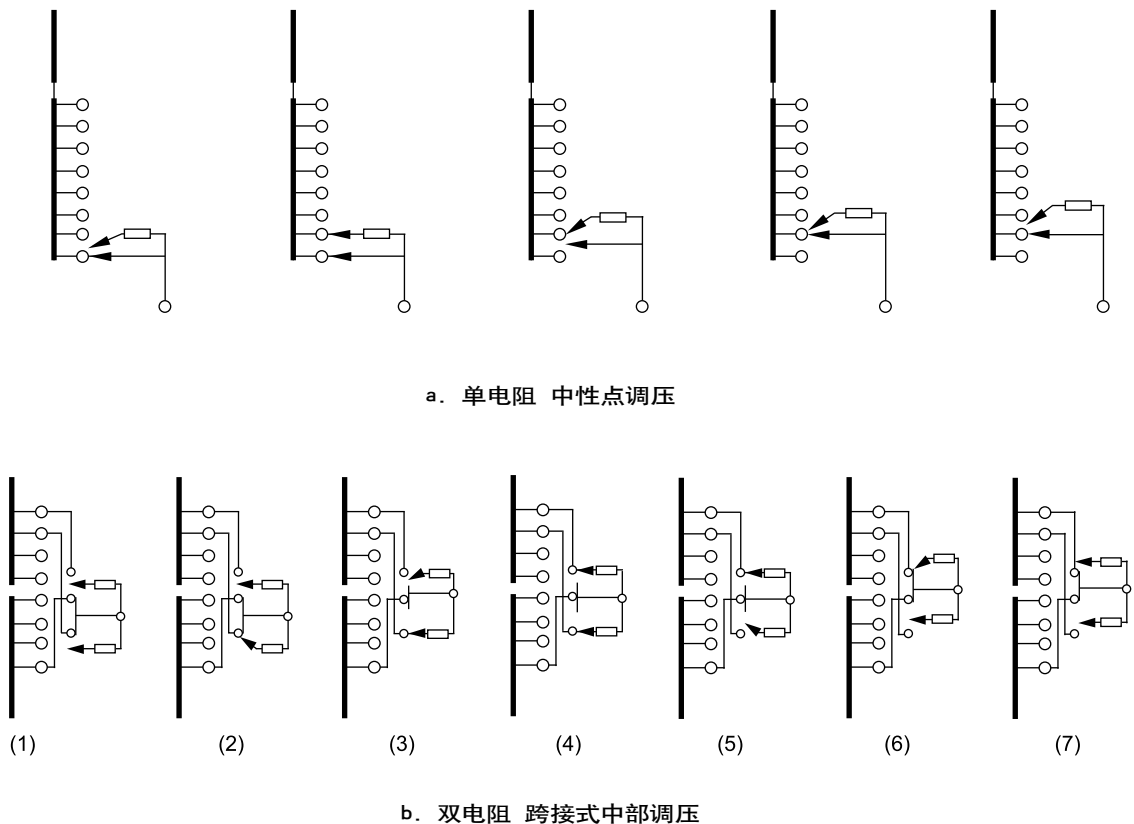

图 3 开关切换动作顺序
5.3 开关切换动作顺序见图 3
附图 3 SY_x^JZZ-35/200 - 7₈ 外形及安装尺寸图